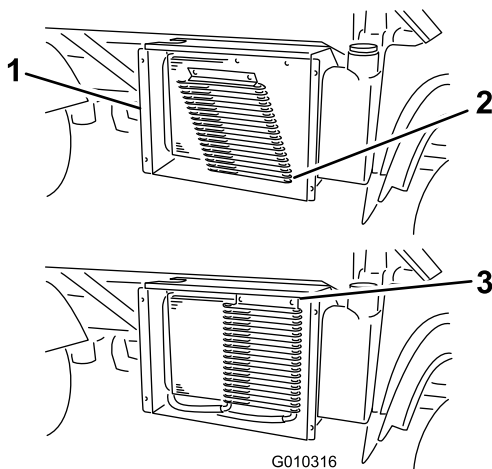

Figura 61
3. Si está instalado, abra los cierres y gire el enfriador de aceite, separándolo del radiador (Figura 61).